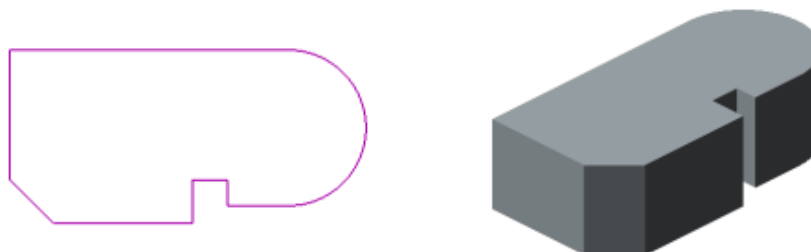

Рис. 6.22. Эскиз и элемент, образованный операцией выдавливания
– выдавливание эскиза в направлении, перпендикулярном его плоскости (рис. 6.22).